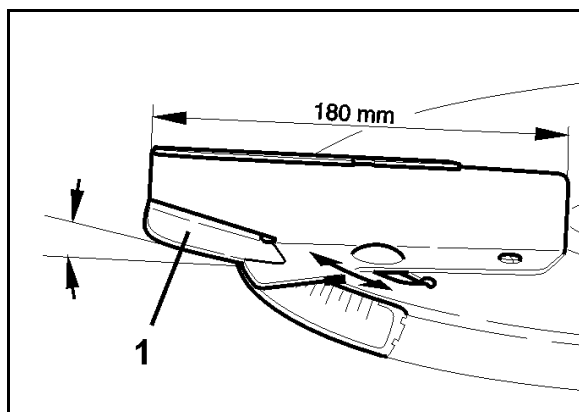

Fig. 58
De korteste spredeskivle er udstyret med drejeklapper, der kan vippes op uden brug af værktøj (Fig. 58/1), som muliggør sengødsning af korn op til en højde på 1 m - **uden** ekstra tilbehør.
3. Sving spredeskivlens drejevinger (Fig. 58/1) til den ønskede position for normal- eller sengødsning.